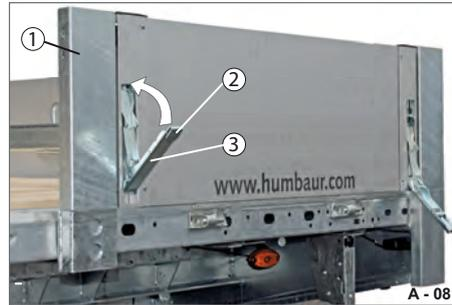

Abb. 127 Bordwand schließen
- ▶ Bordwand-Verschluss (Abb. 127/3) schließen - drücken Sie diesen mit der flachen Hand zu. Sicherung (Abb. 127/2) schnappt automatisch ein.